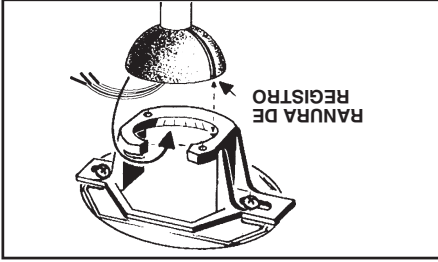

FIG. 10
**Paso 1.** Conecte el alambre negro (con corriente) del techo a los alambres negro y azul del ventilador. Conecte el alambre blanco (neturo) del techo al alambre blanco del ventilador. (Fig. 10)
**Paso 2.** Si su caja de distribución tiene un alambre a tierra (verde o de cobre), conecte los alambres a tierra del ventilador (en la esfera o abrazadera de montaje) al alambre a tierra de la caja de montaje. Si no tiene alambre a tierra en su caja de distribución conecte el alambre a tierra de la esfera de soporte del ventilador directamente a la abrazadera de montaje (Fig. 10)
ventilador. (Fig. 10)
**Paso 6.** Ahora suba el montaje del motor a su posición y coloque la esfera de soporte dentro de la abrazadera de montaje. Gire el ensamblaje del motor hasta que la ranura de la esfera de soporte siente sobre la astria de la abrazadera de montaje. (Fig. 10)